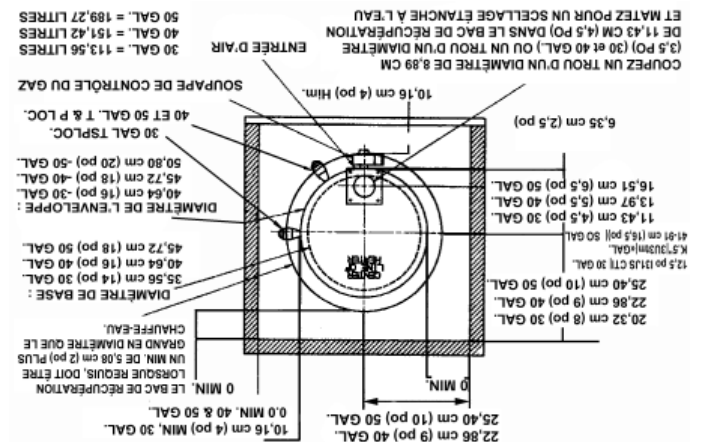

FIGURE 7.
2. Si vous réalisez que le chauffe-eau est installé dans une zone qui, si le chauffe-eau devait fuir, causerait des dommages et avez choisi d'installer un bac de récupération en métal référez aux Figures 7, 8 et 9 à la page 10. Si vous n'installez pas de bac de récupération passez directement à la prochaine étape.